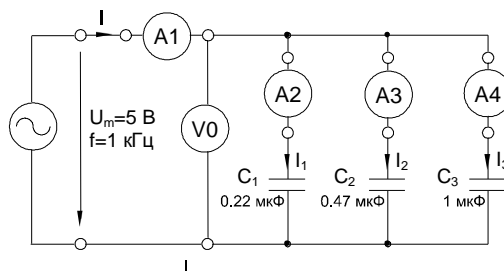

Рисунок 6.8. Схема электрической цепи
- Соберите цепь согласно схеме (рис. 6.8), подсоедините регулируемый источник синусоидального напряжения с параметрами $U = 5 \text{ В}$ и $f = 1 \text{ кГц}$. Напряжение и частоту источника установите с помощью мультиметра.